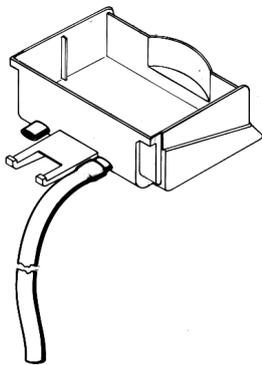

figura 1
**6** El cajón recoge-gotas está provisto de dos uniones de desagüe con diafragma. En el caso en que se quiera vaciar de continuo el cajón, perforar el diafragma (por ejemplo empleando un destornillador) de uno de las dos uniones de desagüe y conectarlo a una tubo de desagüe (ver figura 1).